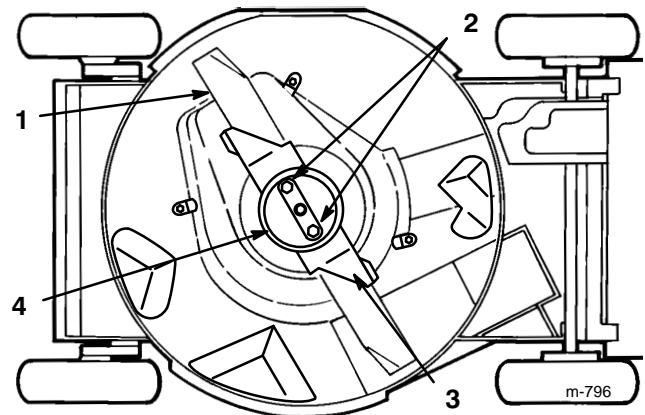

Abb. 24
3. Den Rasenmäher auf die rechte Seite kippen (Abb. 24).
5. **AUSBAU DES MESSERBALKENS** – Das Ende des Messerbalkens mit einem Lappen oder einem dick gepolsterten Handschuh fassen. Messerbalkenmutter, Schutzkappe, Beschleuniger und Messerbalken entfernen (Abb. 24).